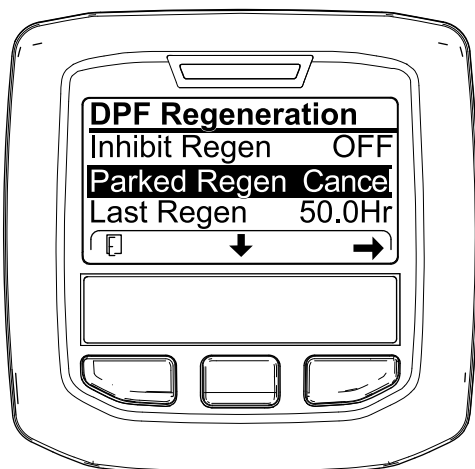
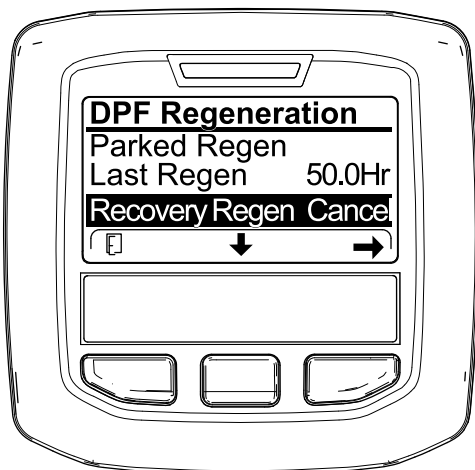

Figura 71
Figura 72
1. Aceda ao menu Regeneração do DPF (Figura 71).
2. Prima o botão central para ir até à opção CANCELAR REGENERAÇÃO EM ESTACIONAMENTO (Figura 71) ou CANCELAR REGENERAÇÃO DE RECUPERAÇÃO (Figura 72).
3. Pressione o botão direito para seleccionar a entrada Cancelar regeneração (Figura 71 ou Figura 72).